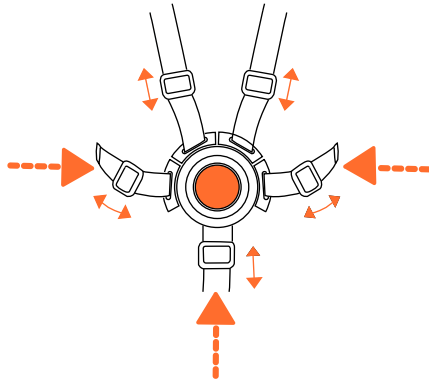

Abb. 16
- Passen Sie die Hüftgurte für den Komfort und die Sicherheit Ihres Kindes an, indem Sie die Schnallen in beide Richtungen schieben. Die Sicherheitsgurte müssen eng an Ihrem Kind anliegen (Abb. 16)